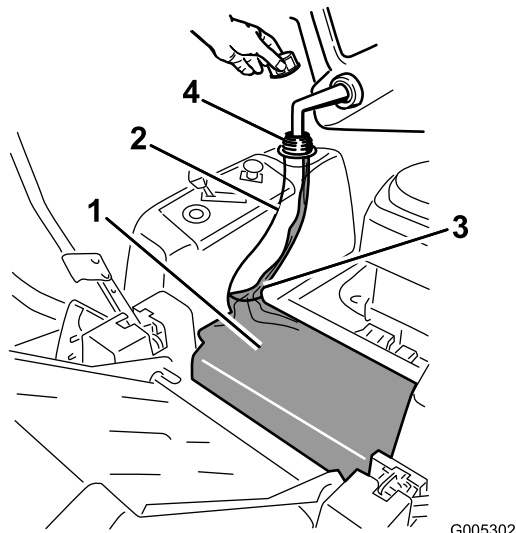

Figura 10
3. Aggiungete benzina normale senza piombo finché il corpo del serbatoio non è pieno senza che il carburante raggiunga il collo del serbatoio (Figura 10). Questo spazio nel collo serve ad assorbire l'espansione della benzina. Non riempite completamente il serbatoio.